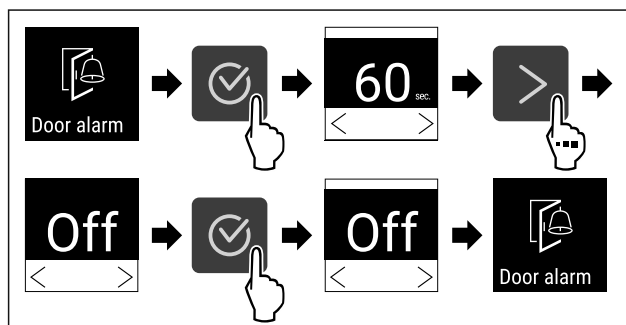

Fig. 88
- ▷ Proveďte akční kroky (viz Fig. 88).